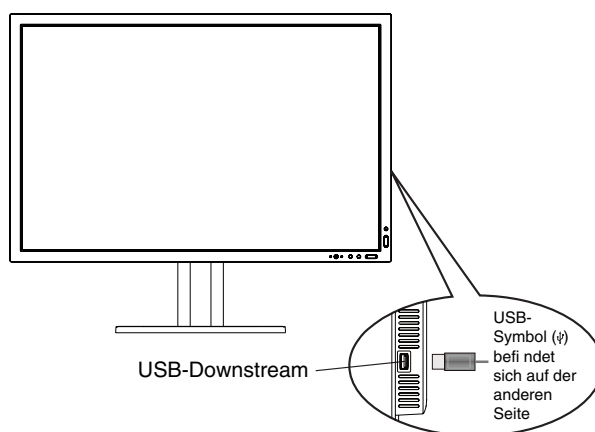

Abbildung 2
3. Schließen Sie den USB-Farbsensor an den USB-Downstream-Port an der Seite (bzw. Unterseite bei Hochformat) an (**Abbildung 2**).